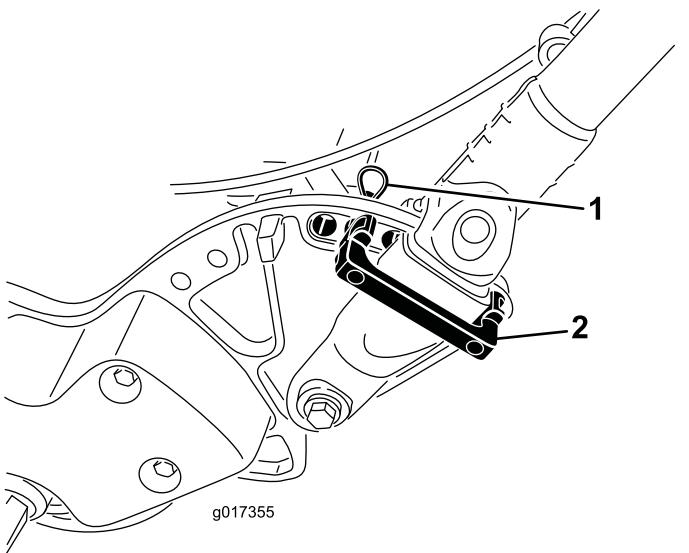

Рисунок 11
- Поддерживая рукоятку, снимите кабельные хомуты, которые крепят зажимы рукоятки к боковым пластинам (Рисунок 11).
2. Поверните рукоятку в нужное рабочее положение, вставьте фиксатор рукоятки поверх зажима рукоятки и в соответствующие отверстия в боковой пластине (Рисунок 11).
3. Закрепите зажим на штатном месте с помощью игольчатого шплинта (Рисунок 11).